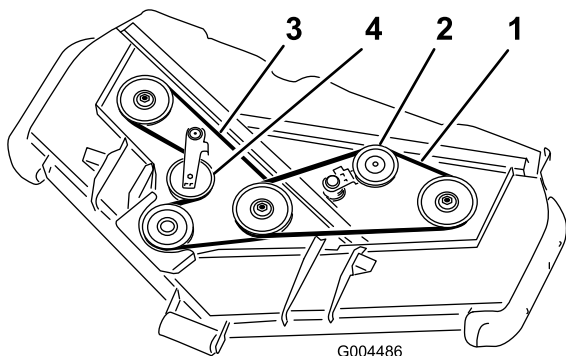

図 18
3. バールなどの工具を使って上ベルト用アイドラ・プーリ(図 18)をベルトから引き離してベルトの張りをなくす。
4. 図 18のように、ギア・ボックス・プーリ、下ベルト用スピンドル・プーリ、アイドラ・プーリに新しいベルトを回しかける。
5. 図 18のように、上ベルト用スピンドル・プーリとアイドラ・プーリ・アセンブリに新しいベルトを回しかける。